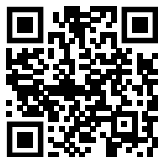

Fig. 125
- Öffnen sie das Liebherr SmartMonitoring Dashboard. (siehe Fig. 125)